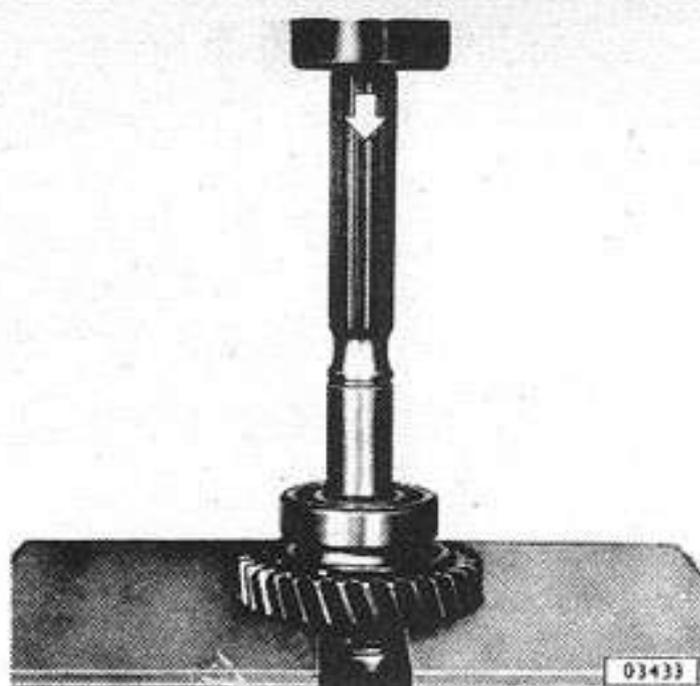

Fig. 16 - Extracción del cojinete posterior del eje principal
4. Sacar el cojinete posterior del eje principal (Fig. 16).